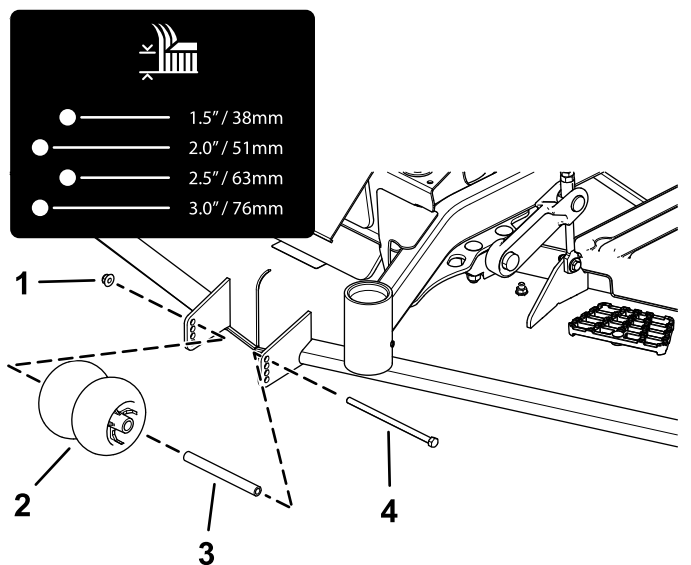
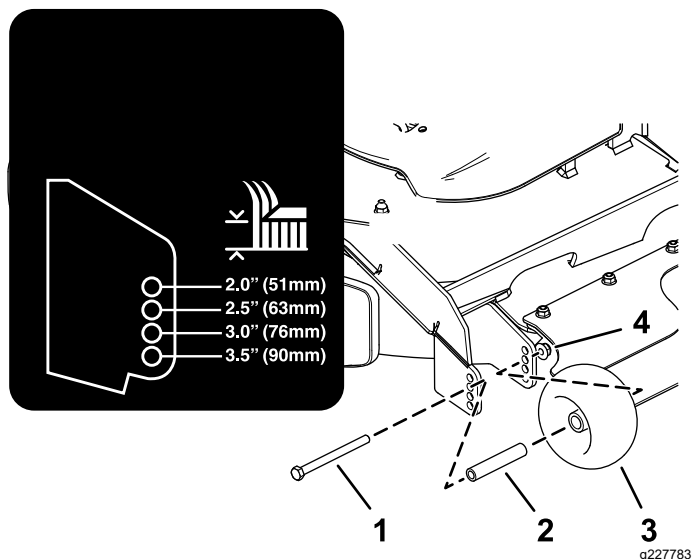

Figure 26
Figure 27
4. Réglez les galets anti-scalp comme montré à la Figure 26 et la Figure 27.